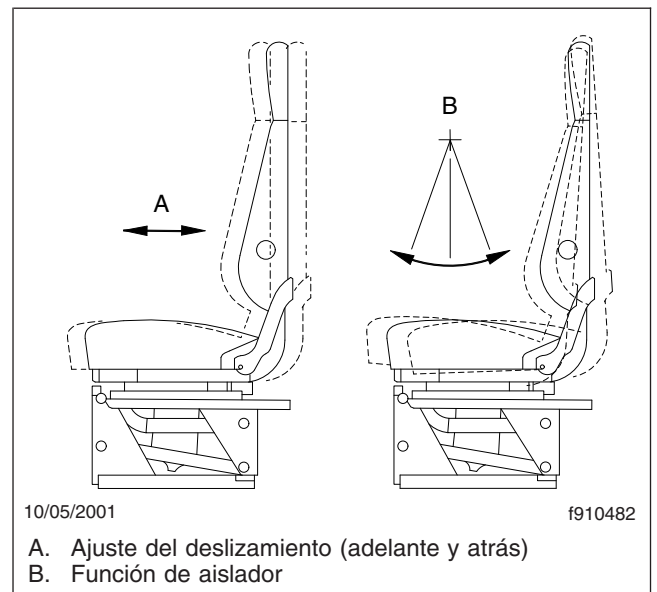

Figura 5.6, Ajuste del deslizamiento del asiento y función de aislador
1. Deslizamiento del asiento (ajuste hacia adelante y hacia atrás): Cuando se hace este ajuste, el asiento entero se mueve hacia adelante o atrás en su carril (**Figura 5.6**).
2. Aislador: Esta función (también conocida como aislador de golpeteo de espalda, o Chugger Snubber®) reduce la cantidad de impacto del camino aislando al operador del movimiento del vehículo, y permitiendo que la parte superior del asiento se mueva en un movimiento de péndulo simple. Cuando no se desee el aislador, se puede usar una función de bloqueo (Figura 5.6).